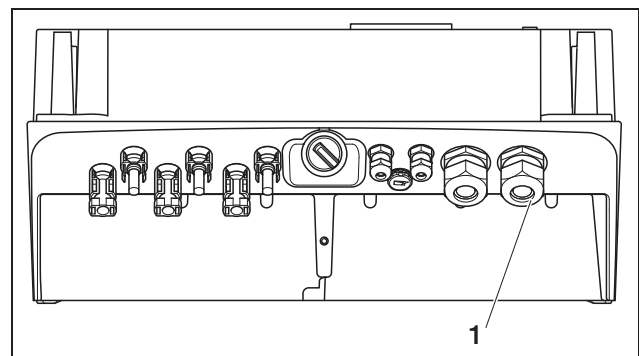

Abbildung 10: Anschlüsse am Gehäuse
- Drehen Sie die Kabelverschraubung für die Netzzuleitung auf (1 in Abbildung 10).